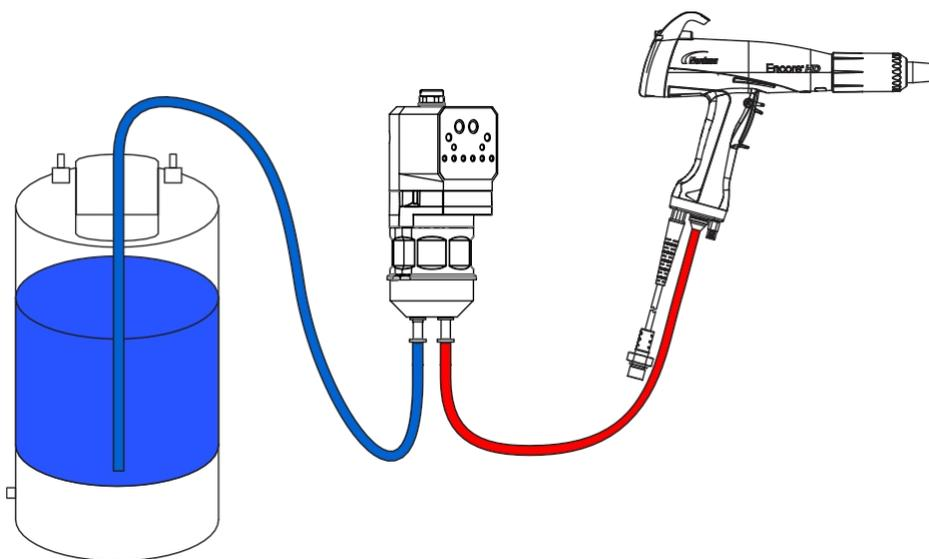

Figure 14 Tubes Connexions
1. Raccorder le tuyau d'aspiration comme indiqué dans la figure 14.